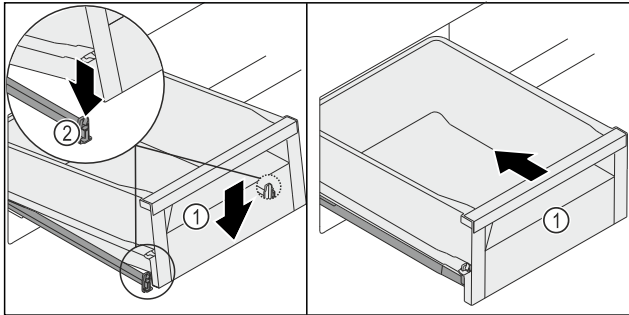

Fig. 125
- ▶ Schubfach Fig. 125 (1) vorne absenken, so dass das Schubfach links und rechts in die Klemme Fig. 125 (2) rutscht.
- ▶ Schubfach Fig. 125 (1) rastet hörbar ein.
- ▶ Schubfach Fig. 125 (1) einschieben.